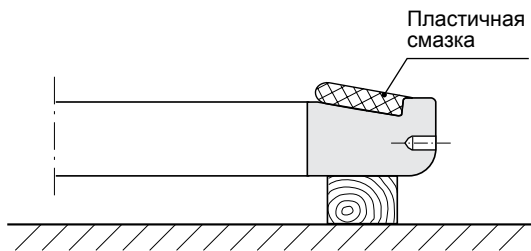

Рис. 3.37
- (1) Нанесите тонким слоем пластичную смазку на наружное кольцо подшипника с меткой А и установите наружное кольцо на доски стороной дорожки качения вверх (Рис. 3.37).